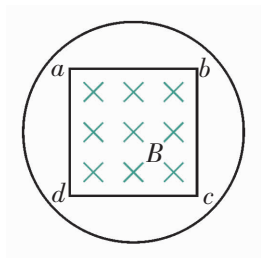

图 1-4-6
3. 如图 1-4-6 所示, 半径为  $r$  的  $n$  匝线圈放在边长为  $L$  的正方形  $abcd$  之外, 匀强磁场充满正方形区域并垂直穿过该区域, 当磁场以  $\frac{\Delta B}{\Delta t}$  的变化率变化时, 线圈产生的感应电动势大小为 \_\_\_\_\_.